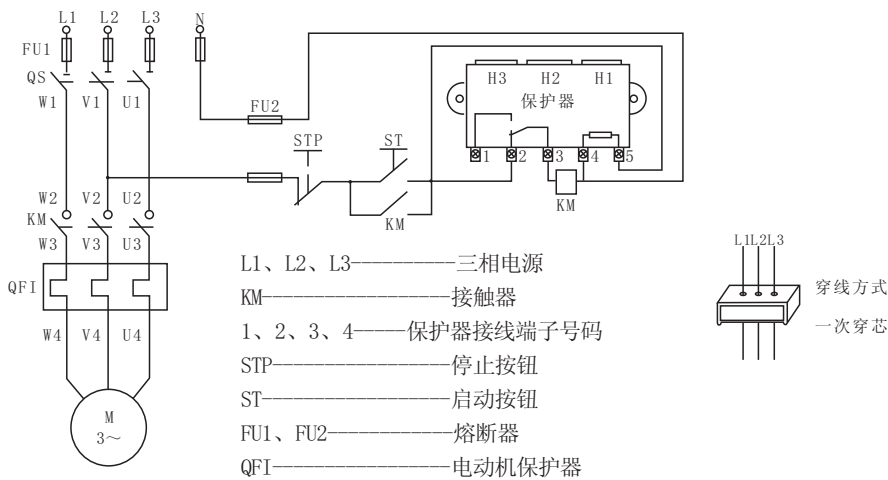
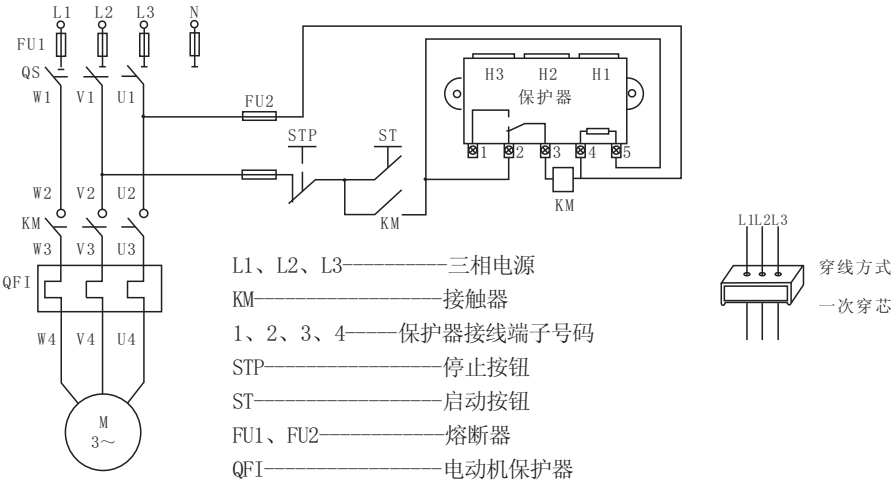

图2 控制电源电压AC220V接线图
图3 控制电源电压AC380V接线图
6.2 至负载交流接触器的三条主线路分别穿过保护器的导线孔H1、H2、H3与电动机进线连接，见图2、图3。
保护器系列产品接线图(见图2~图3)
9.1 控制电源电压AC220V接线图(见图2)
9.2 控制电源电压AC380V接线图(见图3)